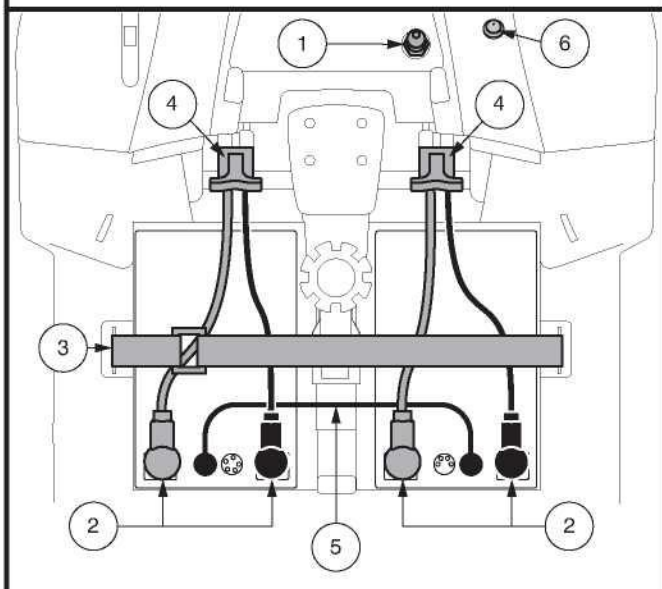

Figura 12. Remoción de la batería / Instalación de Terminales y Conexiones
6. Coloque una nueva batería en cada espacio destinado a las baterías. Las terminales de la batería deben mirar en sentido contrario al asiento, con las terminales positivas (+) y negativas (-) posicionadas tal como se indica en la **figura 12**.
¡ADVERTENCIA! Cuando se enfrente a una situación de emergencia, las baterías se pueden desconectar rápidamente tirando hacia ADELANTE de la correa de desconexión de emergencia de la batería. Con precaución. Tenga en cuenta que apagar el scooter puede hacer que se detenga abruptamente. Para liberar la parada de emergencia y restaurar la capacidad de conducción del scooter, retire el asiento y la cubierta de la batería y vuelva a conectar el conector de la batería como se muestra en la Figura 12.
NOTA: Si está equipado, asegúrese de que el interruptor de desconexión de la batería esté en la posición "encendido" (-) antes de cargar su batería del vehículo. La batería NO se cargará si el interruptor de desconexión de la batería está en la posición "apagado" (O). Ver figura 12.
¡ADVERTENCIA! Cuando se enfrenta a una situación de emergencia, las baterías se pueden desconectar rápidamente presionando el interruptor de desconexión de la batería en la posición "apagado", lo que hará que el botón salte. Con precaución. Tenga en cuenta que apagar el scooter puede provocar que se detenga abruptamente. Para liberar la parada de emergencia y restaurar la capacidad de conducción del scooter, presione el botón de desconexión de la batería una vez más, presionándolo hacia abajo hasta la posición "encendido". Ver figura 12.